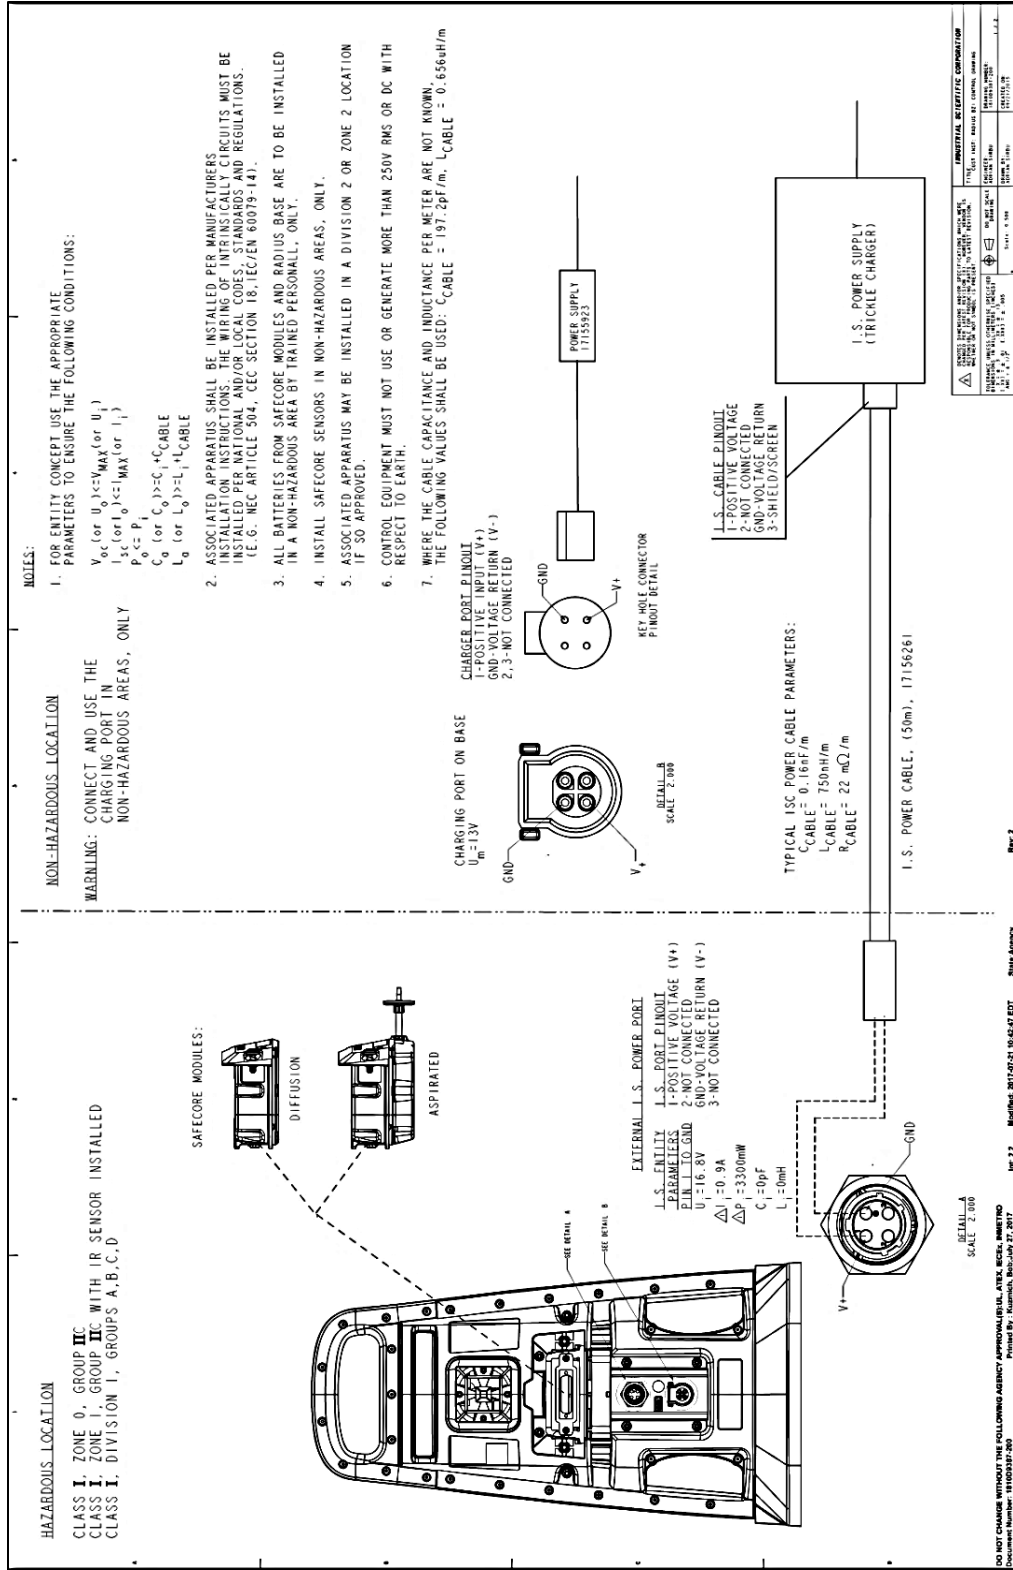

Figure 1.1 Plan de contrôle 1810D9387-200 révision 3
-  Avant d'utiliser l'alimentation électrique à durée de fonctionnement accrue, lisez et comprenez Plans de contrôle 1810D9387-200 (figure 1.1) et 1810D9509-200 (figure 1.2.A et 1.2.B).
Les données présentées dans les tableaux 1.2 et 1.3 et les figures 1.1, 1.2 et 1.3 sont fournies pour faciliter la réussite de la configuration et de l'utilisation de l'alimentation électrique.
^aLorsqu'ils sont ajoutés, les paramètres L_e et C_e de l'alimentation électrique Industrial Scientific compatible *plus* le total provenant du câble IS ne doivent pas dépasser les paramètres de l'alimentation électrique pour L_s et C_s . Consulter les plans de contrôle 1810D9387-200 à la figure 1.1 et 1810D9509-200 aux figures 1.2.A et 1.2.B..
- Respecte toutes les restrictions d'utilisation indiquées en figures 1.1, 1.2 et 1.3.